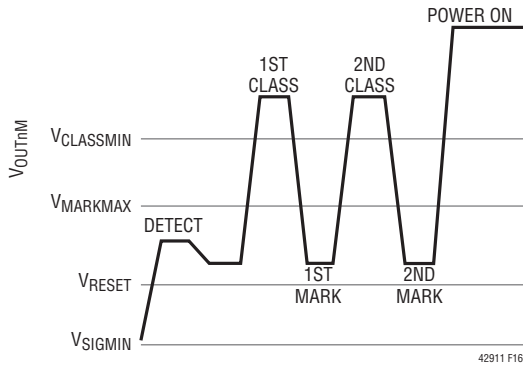

図16. タイプ2 PSE、2イベント・クラスのシーケンス
25.5Wを要求しているタイプ2 PDは、全てのクラス・イベント時にクラス・シグネチャ4を示します。供給可能な電力が25.5Wのタイプ2 PSEは、図16に示すように、最初のクラス・イベント時にクラス・シグネチャ4を認識すると、PDに V_{MARK} (代表値9V)を印加して、一時的に停止し、2番目のクラス・イベントを発行します。2番目のクラス・イベントは、PSEが25.5Wを割り当てたことをPDに通知します。